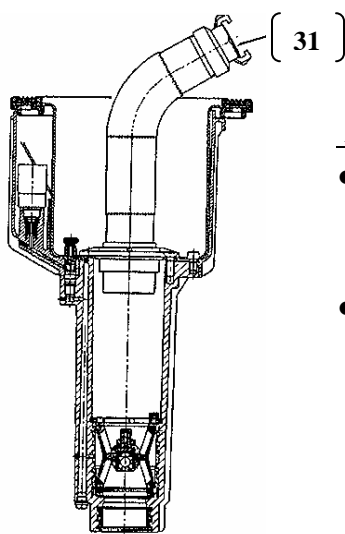

Figura 2
- Monte el equipo de limpieza (31) dentro de la carcasa del aspersor como se muestra en la figura 2 y abra el servidor de agua. Conecte la manguera en el sistema de limpieza para sacar el agua.